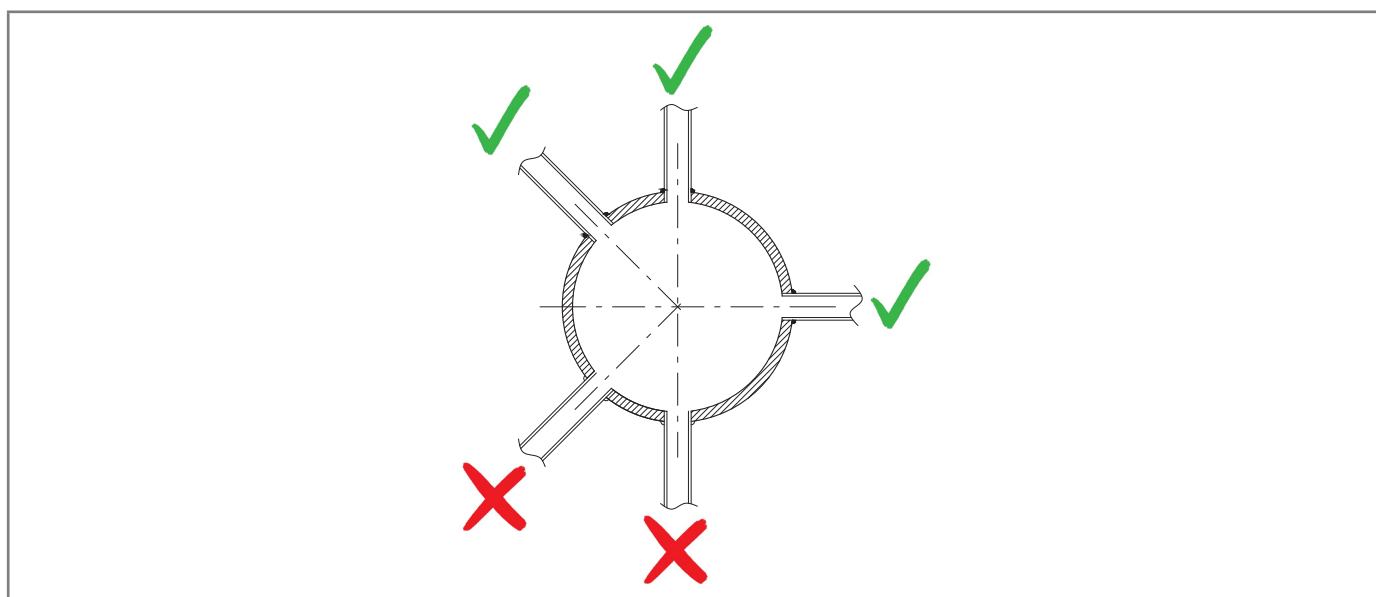

Fig. 6.11. Attacchi saldati della tubazione
- gli attacchi della connessione pneumatica siano sempre saldati sulla parte superiore o sull'asse orizzontale della tubazione stessa (fare riferimento alla Fig. 6.11);